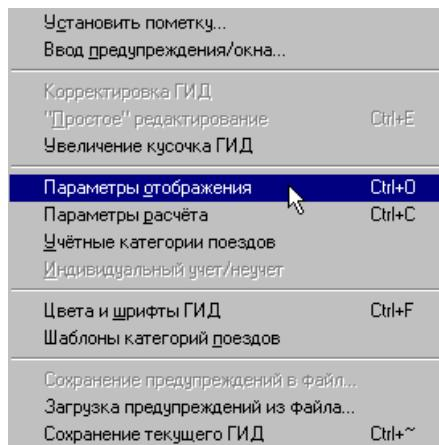

Рис. 25. Выбор команды «Параметры отображения».
1. На поле ГИД нажать правую кнопку «мыши» и выбрать команду «Параметры отображения» (рис. 25).